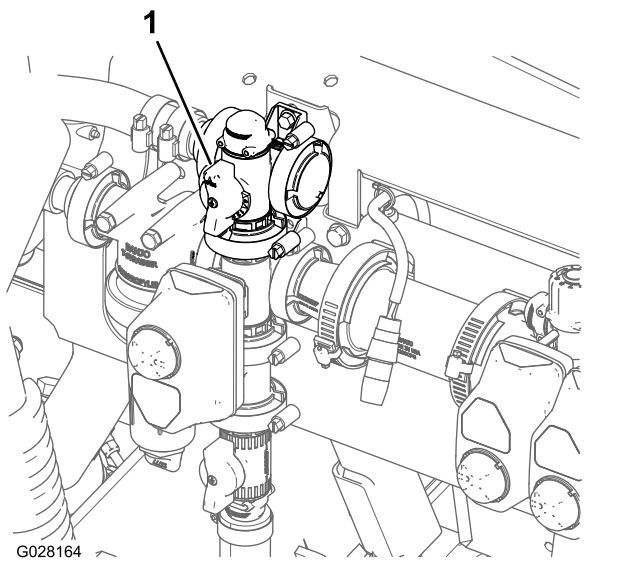

Рисунок 32
9. Отрегулируйте перепускной клапан перемешивания (Рисунок 32) на задней стороне клапана перемешивания так, чтобы давление в системе опрыскивания, показываемое манометром, составляло 689 кПа (100 фунтов на кв. дюйм).